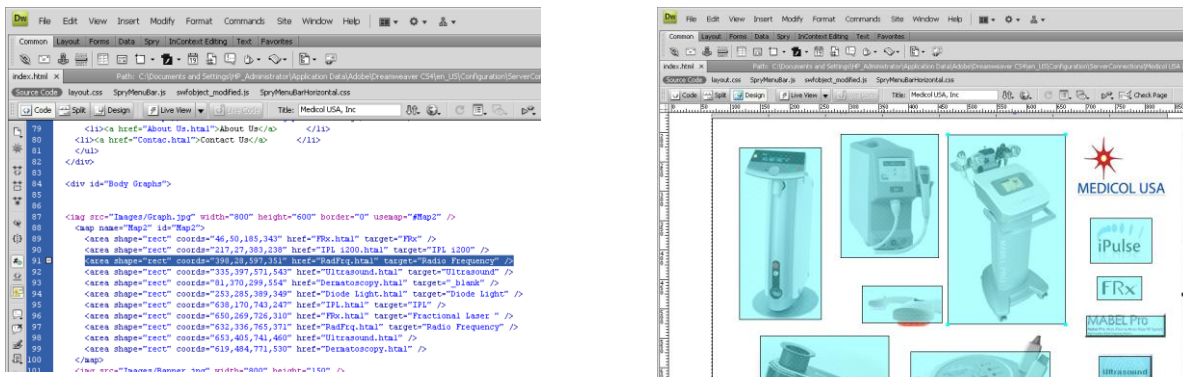

Figura 7. Relación entre las opciones “Code” y “Design”.
- I. Así mismo y si selecciona algún código, parte de este o está el cursor en determinada parte en la opción “Code” y se hace clic en la opción “Design”, *Dreamweaver* le mostrara a que parte del diseño le corresponde el código seleccionado o donde se encuentre el cursor, lo cual se ve en la **figura 7**, en la parte sombreada en verde. E inversamente funciona de la misma manera.